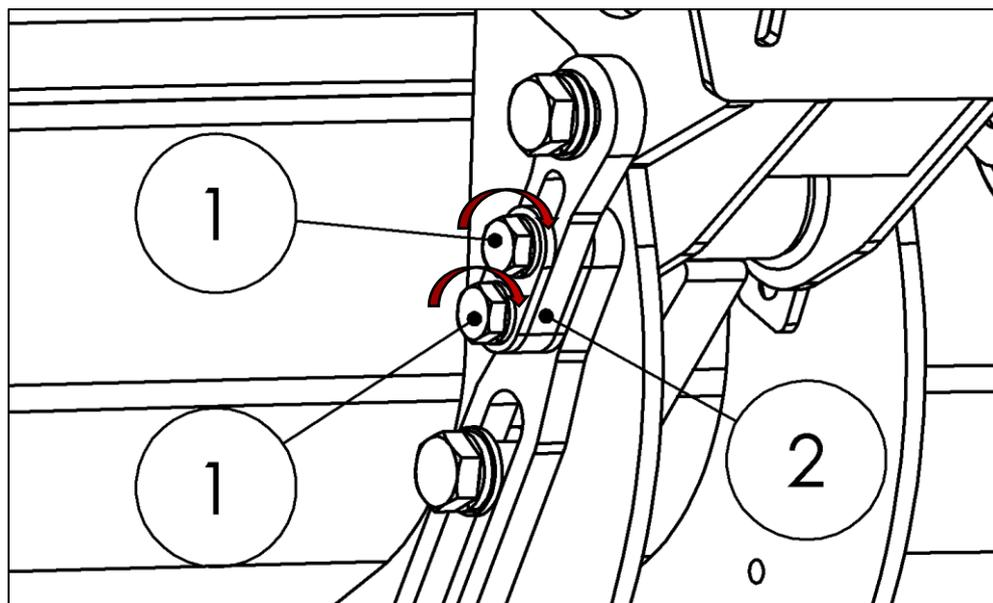

Fig. 78
- Apriete los 2 tornillos (1) de la placa de sujeción (2) del tope de la plataforma con un par de 195 Nm (ver Fig. 78).